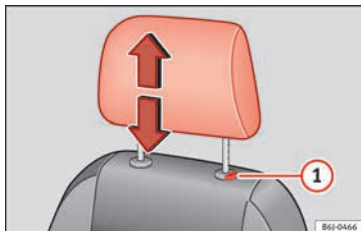

Abb. 141 Kopfstütze vorne: Einstellung und Ausbau.
- Sicherungstaste **1** drücken » **Abb. 141** und Kopfstütze herausziehen.